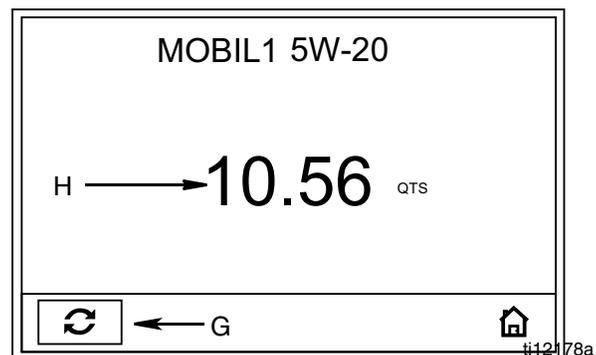

图 21
2. 按下中间的回车按钮对选择进行确认。将显示“手动分配”屏幕（图 21）。
流体开始流动。显示的量从零或从先前分配的量（图 21）开始计数，并显示在字段 H 中。